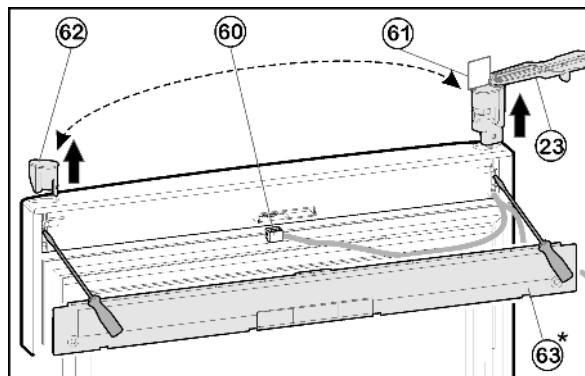

Fig. 20
- ▶ С помощью отвёртки выведете из зацепления крышку Fig. 20 (63) на дверце.
- ▶ Отсоедините разъем Fig. 20 (60).
- ▶ На верхней дверце поверните опорный кронштейн Fig. 20 (23) наружу параллельно краю дверцы.
- ▶ При помощи отвертки вытолкните опорный кронштейн *Fig. 20 (23)* снизу и снимите с двери вместе с кабелем.
- ▶ Извлеките пробку *Fig. 20 (62)* снизу при помощи отвертки и вставьте на другой стороне.
- ▶ Проденьте кабель опорного кронштейна *Fig. 20 (23)* на противоположной стороне и установите опорный кронштейн.
- ▶ Снимите шаблон *Fig. 20 (61)* и закрепите на опорном кронштейне.
- ▶ Вставьте разъем *Fig. 20 (60)*.
- ▶ Зафиксируйте крышку *Fig. 20 (63)* на дверце.